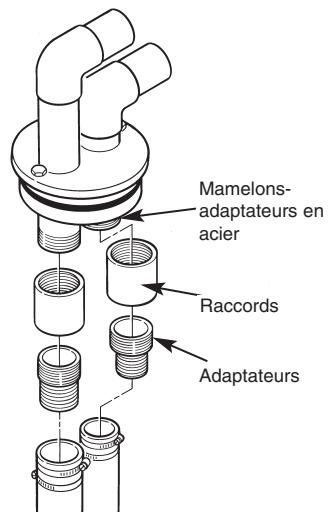

Figure 9
- Utiliser des raccords et des adaptateurs de tuyau pour brancher les mamelons sur les tuyaux en plastique du puits (voir la Figure 9). Pour que les raccords filetés ne fuient pas, les envelopper de ruban de teflon.